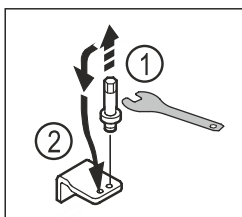

Fig. 17
- ▶ Dévisser l'axe du support de palier inférieur avec une clé mâle coudée pour vis à six pans creux de 5. Fig. 17 (1)
- ▶ Placer l'axe du côté opposé. Fig. 17 (2)